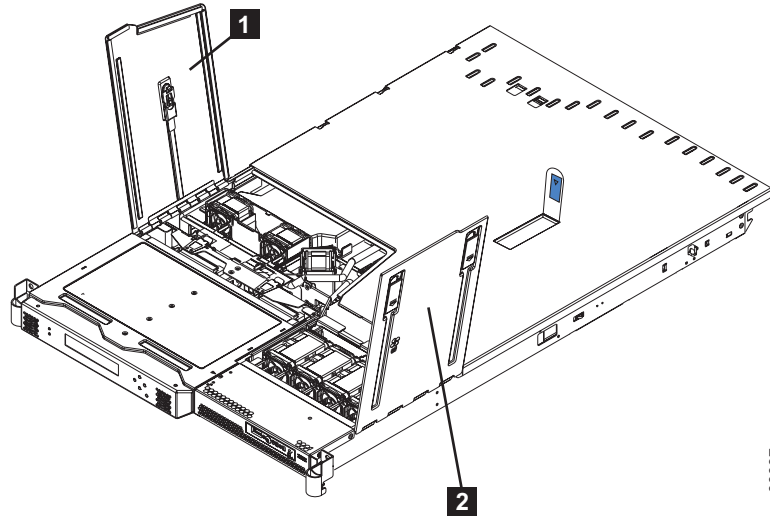

図 94. ファン・ドアを開いた状態の SAN ボリューム・コントローラー 2145-8F2 または SAN ボリューム・コントローラー 2145-8F4
4. ファン・ドア **1** を閉じて、ラックの中に ノードを再取り付けします。図 94 を参照してください。